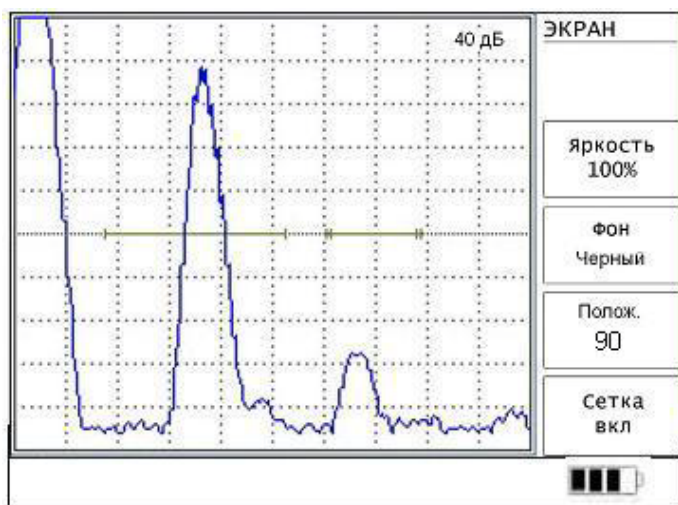

Рис. 5.14.
5.4.9. Меню «**ЭКРАН**» содержит следующие параметры (рис. 5.14).